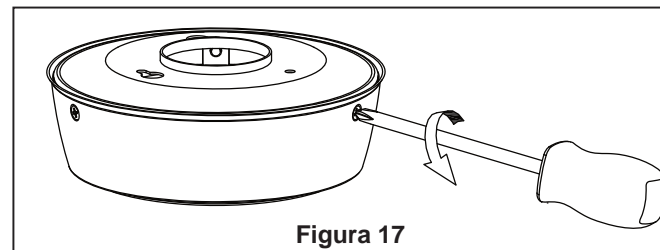

Figura 17
3. Desmonte la unidad redonda de la carcasa del interruptor extrayendo los tres tornillos. (Figura 17)